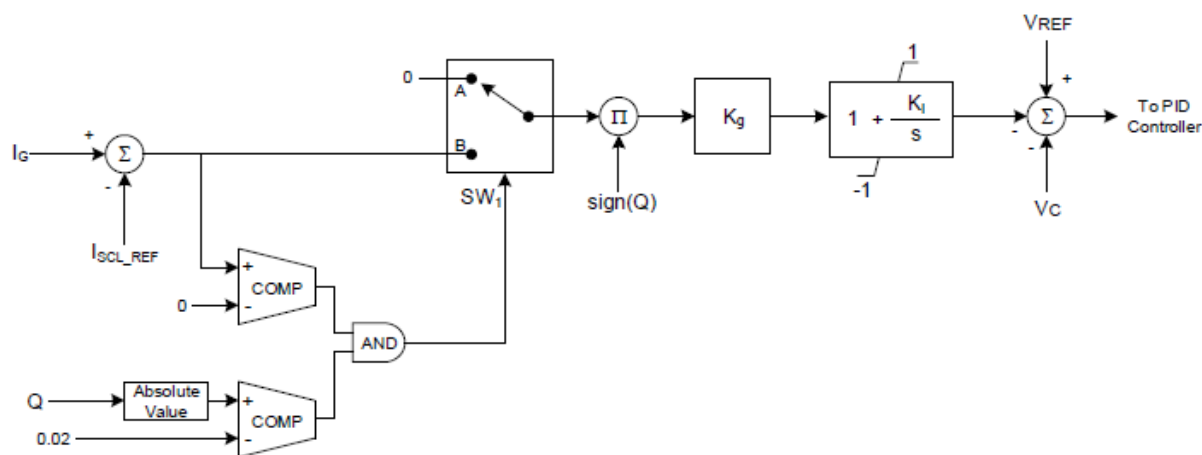

图34-13 . 求和点型定子限流器的每单元框图
定子限流器 (SCL) 根据同步电机是否吸收（超前）或输出（滞后）无功来修改励磁电平。图34-13显示了定子限流器-的模型。SCL构成外环，电压调节器构成内环。PI 型控制器用于实现所需的响应。符号 (Q) 定义为正 (+1) 表示过激励，负 (-1) 表示欠激励条件。